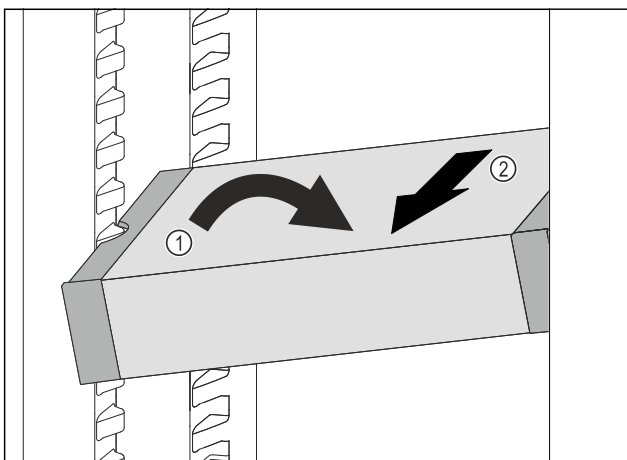

Fig. 89
- ▶ VarioSafe im Kühlteil schräg stellen. Fig. 89 (1)
- ▶ VarioSafe nach vorne entnehmen. Fig. 89 (2)